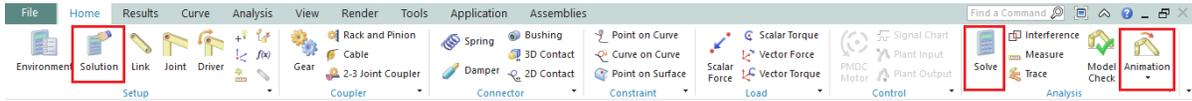

Figura 1.2.24 Pestaña Home.
- En la **ribbon bar**, posicionarse en la pestaña **Home**, seleccionar la opción **Solution** Dar click en Ok (Figura 1.2.24).
- En la **ribbon bar**, dar click en **Solve**, cerrar la pestaña que aparecerá y dar click en **Animation** (Figura 1.2.24).